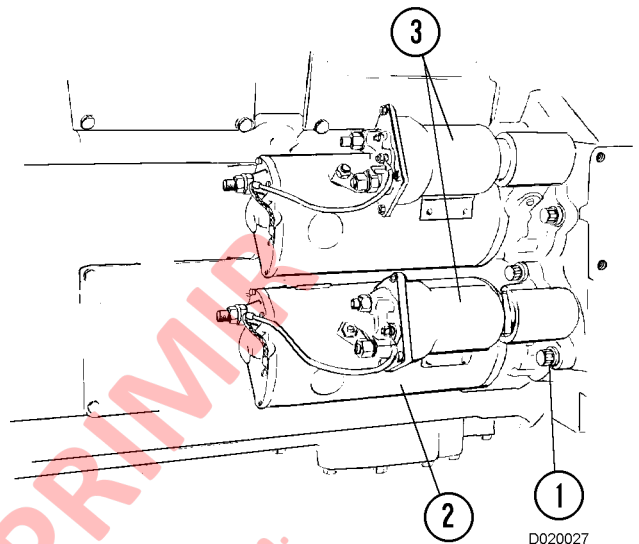

FIGURA 2-3. MOTORES DE ARRANQUE
El convertidor de 24 VDC a 12 VDC (1, Figura 2-3) se usa para convertir el voltaje del sistema de batería de 24 V a 12 V, necesario para varios componentes del camión, tales como la radio/reproductor de CD, los alza vidrios de la cabina y los receptáculos de energía auxiliares de la cabina.
2. Marque los cables y alambres y retírelos de los terminales del motor de arranque (2, Figura 2-3) y la solenoide (3).
3. Retire los pernos del motor de arranque (1).
1. Alinee el alojamiento del motor de arranque (2, Figura 2-3) con los agujeros de montaje del adaptador del alojamiento del volante y deslice el motor de arranque hasta posicionarlo correctamente.
2. Inserte los pernos del motor (1).